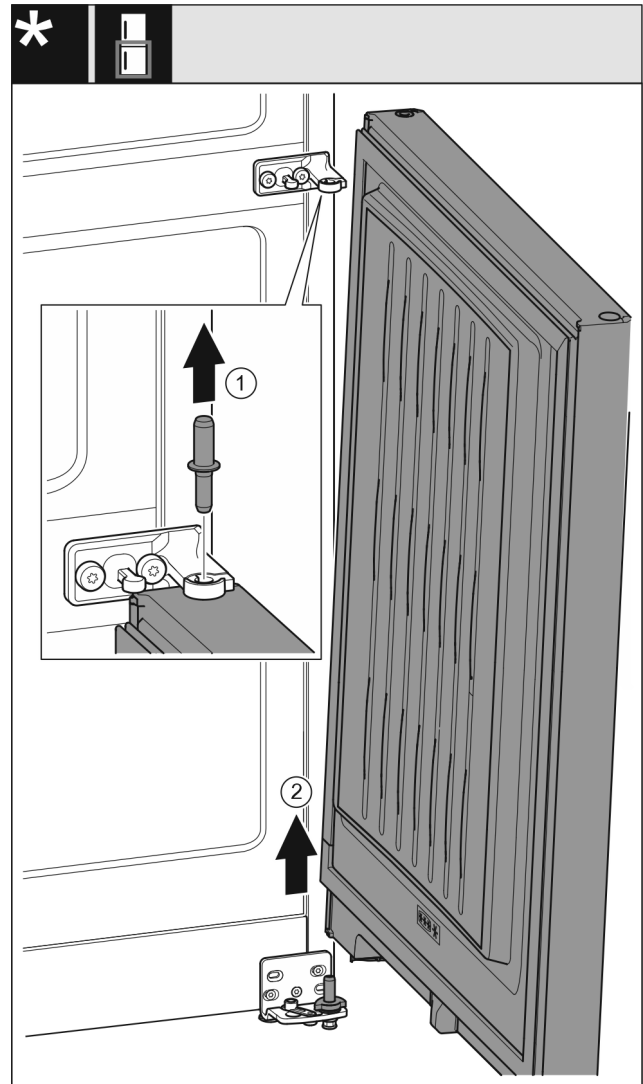

Fig. 31 无减震器*
- ▶ 向上拉出螺栓 Fig. 31 (1)。*
- ▶ 冰箱门 Fig. 31 (2)向外旋转，向上拉出后放在旁边。*